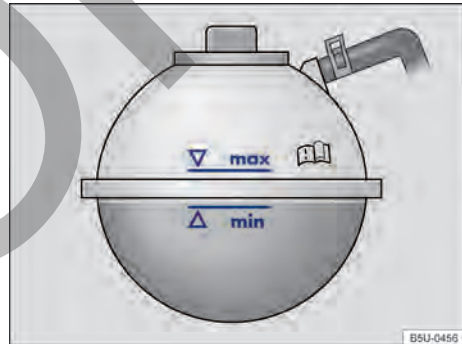

Fig. 207 En el compartimento del motor: marca en el depósito de expansión del líquido refrigerante del motor. ▶
- Con el motor frío, comprobar el nivel del líquido refrigerante del motor por la marca lateral del depósito → fig. 207.
- El nivel del líquido refrigerante del motor debe permanecer dentro de la marca del depósito → fig. 207. **¡No completar por encima de la marca "máx" → ⓘ!**
- Completar con líquido refrigerante del motor solamente hasta la marca "máx" → fig. 207. De lo contrario, al calentarse, el líquido excedente sería expulsado del sistema de refrigeración del motor y podrá causar daños.